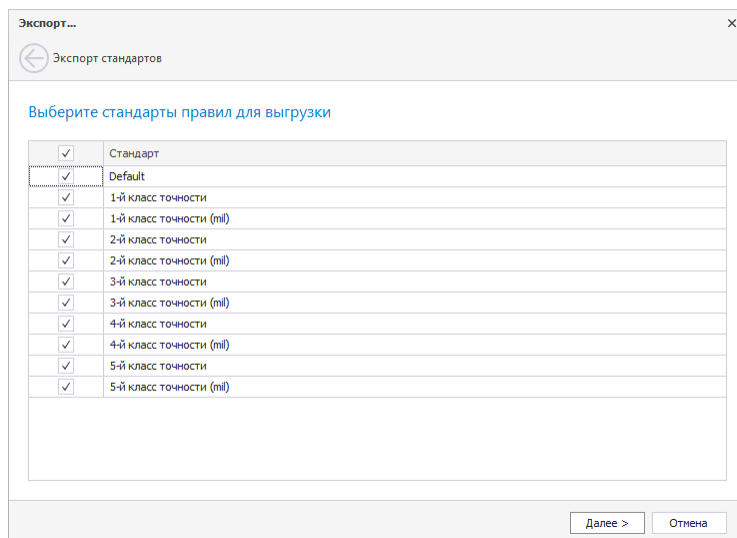

Рис. 10 Выбор правил для выгрузки стандартов
4. Укажите правила, по которым выбранные стандарты будут экспортированы, Рис. 10. При необходимости возможно выбрать все предложенные правила для выгрузки одновременно путем установки флага в поле «Стандарт» либо выбором всех правил путем снятия флага с данного поля.